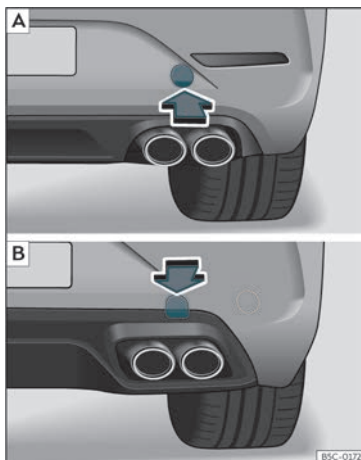

Fig. 49 Sul lato destro del paraurti posteriore: estrarre il coperchio. [A] Leon Sportstourer; [B] Leon.
L'alloggiamento dell'occhiello di traino avvitabile è situato sul lato destro del paraurti posteriore, dietro a un coperchio >>> fig. 49.
- *Leon Sportstourer*: Per sbloccarlo, premere sulla parte inferiore del coperchio »» **fig. 49** [A]. *Leon*: Per sbloccarlo, premere sulla parte superiore del coperchio »» **fig. 49** [B].